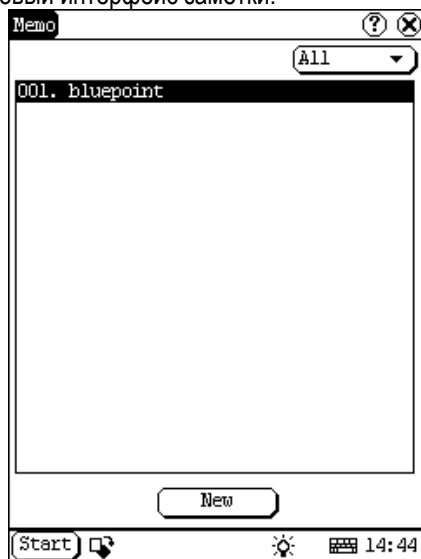

Рисунок 4-16
- 1) Во всплывающем списке выберите "Заметки", чтобы открыть интерфейс заметок. (см. рисунок 4-16)